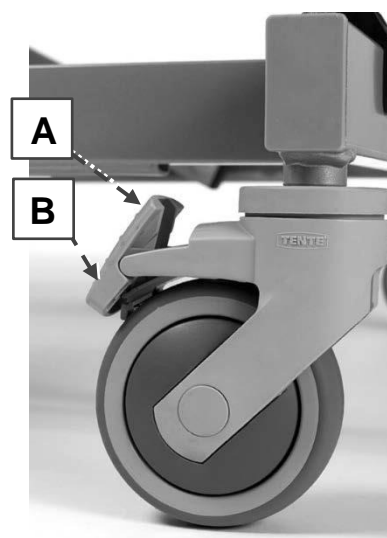

Figure 3 Roue pivotante avec frein
1. Vérifiez si les freins des roues pivotantes (10) sont serrés, cf. Figure 3.